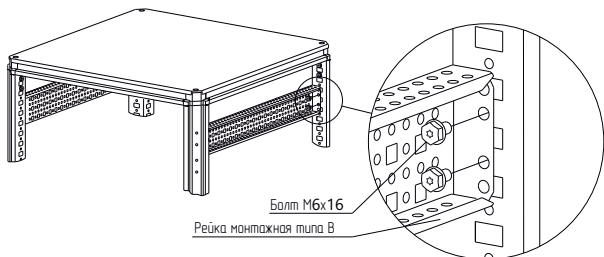

Рисунок 2
4.2.2 Установить рейку монтажную тип В между стоек каркаса на нужной высоте и закрепить самонарезающими болтами М6×16 (рисунок 2). Момент затяжки – 7 Н·м. Болты приобрести отдельно.